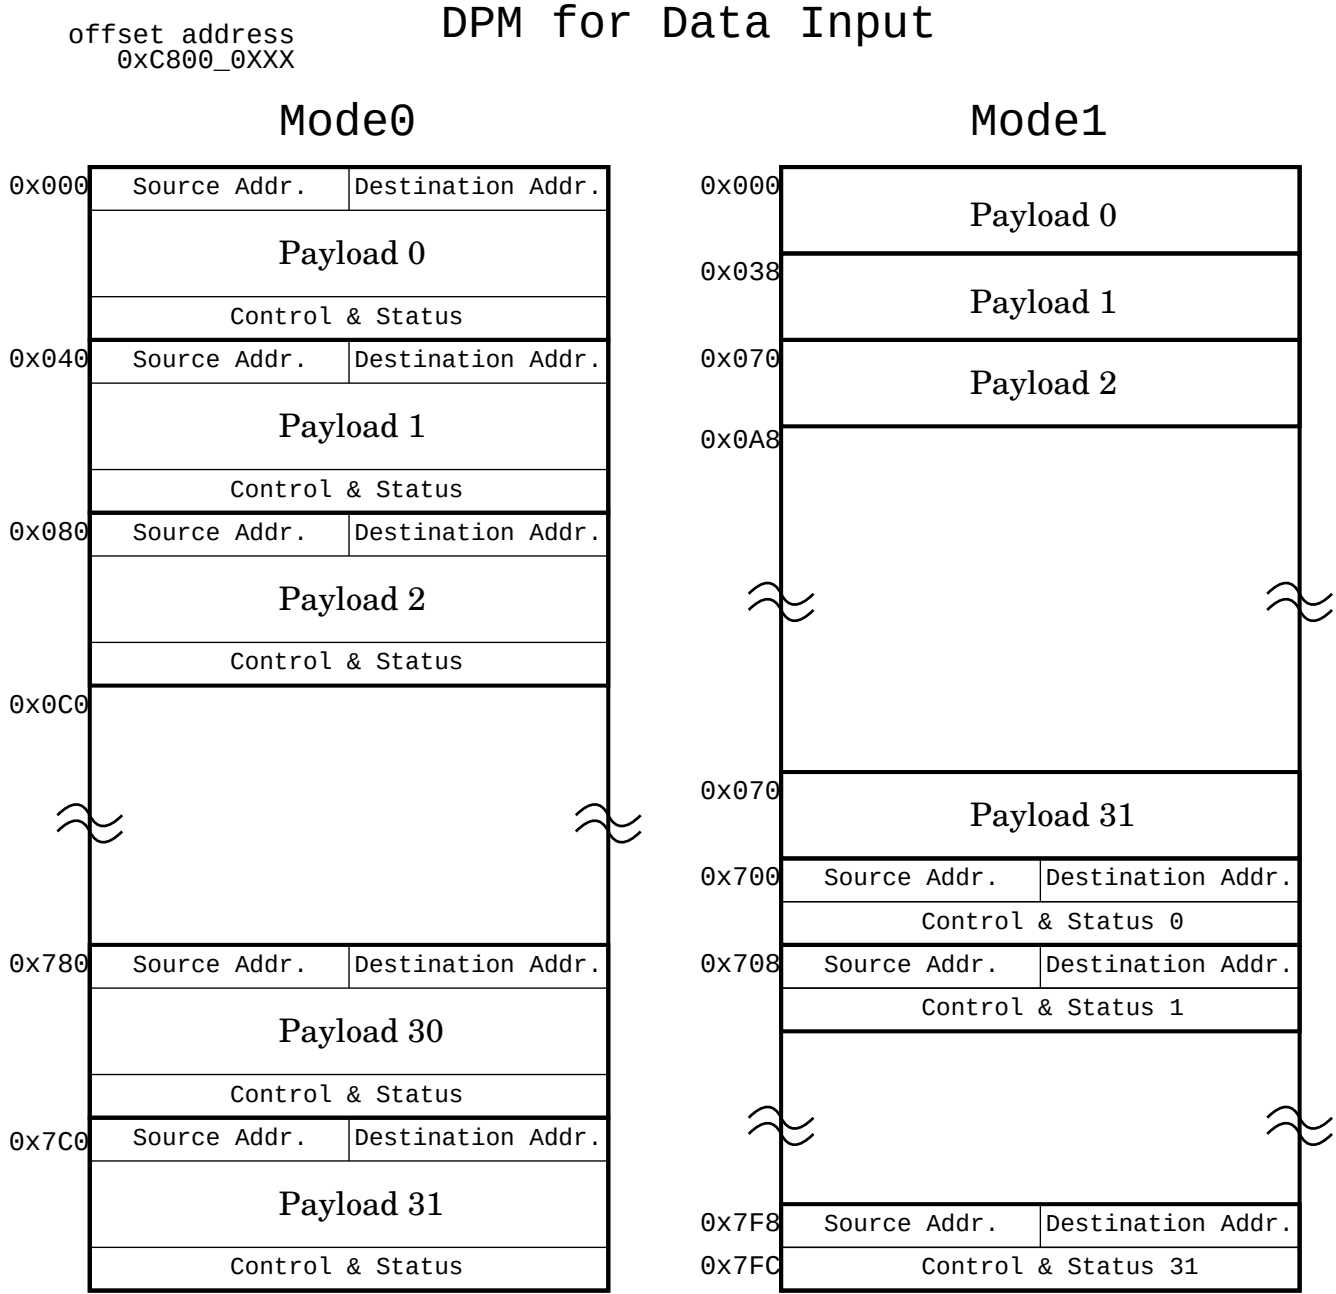
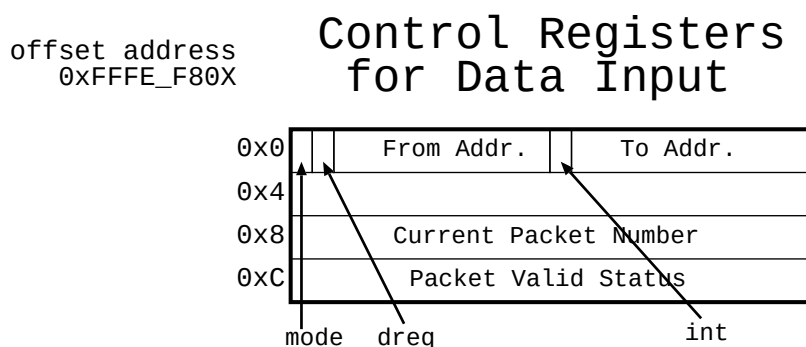

図 22.15: DPM for Data Input
図 22.16: Data In Control Register
図 22.15 にデータリンク入力用 DPM の構成を示す。Data in control register（図 22.16 参照）に対して、開始アドレス From_Addr (byte address ではなく word address) と終了アドレス To_Addr (word address) を設定することにより、複数パケットを一度に受信できる。From_Addr と To_Addr は人間に分かりやすいようにこのような名前を付けられているが、実際には全く同じ機能のレジスタが二つ用意されている。From_Addr, To_Addr 共に、設定された word address - 1 のアドレスに DPM の *Responsive Link* 側からデータが書かれた瞬間に、DPM からプロセッサバス側に対して出力 (DMA 転送) を開始する (dreq bit が設定されている場合)。int bit の割り込みを利用して、ソフトウェアで受信することもできる。
DPM の制御レジスタ（図 22.16 参照）に以下を設定することで、受信の制御を行う。
- Mode1: mode bit に 1 を設定。ヘッダとペイロードを図 22.15 のように分離して受信。
Current Packet Number (r) 現在送信されているパケット番号（図 22.15 の payload 番号に相当）を示す